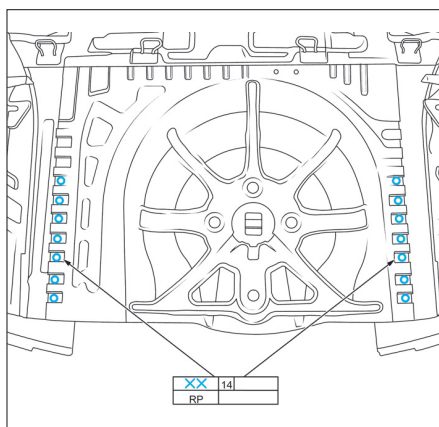

FIG. 75
- Souder le plancher arrière (Fig.75).